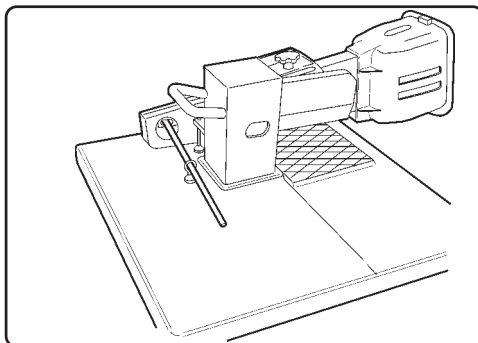

Fig. 12
- Setzen Sie den Kipphebel in die Öse Arbeitsfläche und in die Öse an der Innenseite des soeben montierten Hebels ein (Fig.12).